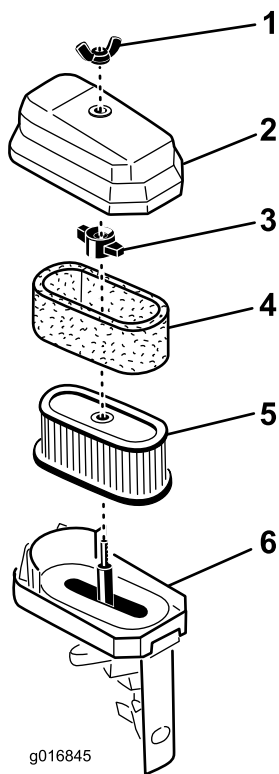

Рисунок 34
2. Отверните барашковую гайку крепления крышки воздухоочистителя и снимите крышку. Тщательно очистите крышку (Рисунок 33 и Рисунок 34).
3. Если элемент из пеноматериала загрязнен, извлеките его из бумажного элемента (Рисунок 34). Тщательно очистите его.